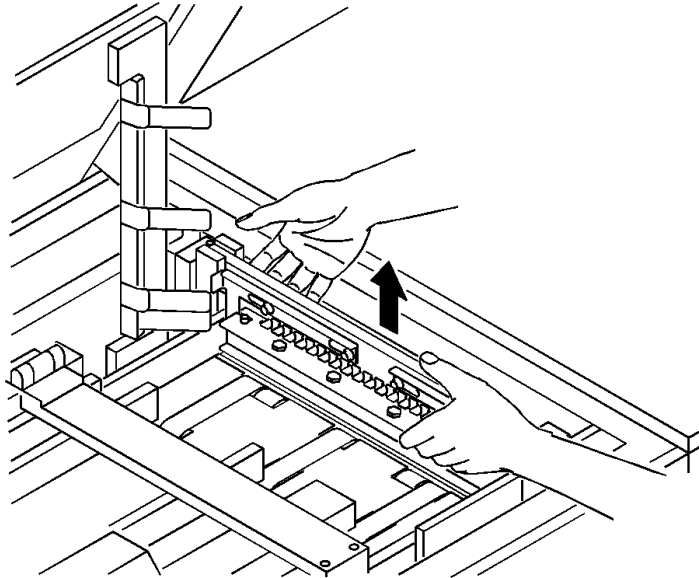

Figura 2-3: Rimozione e sostituzione del gruppo dello stampo
- 6 Afferrare la base dello stampo e sollevarla, come nella Figura 2-3.